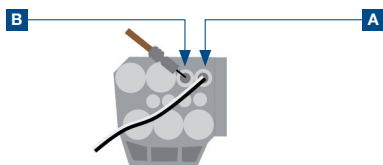

Рис. 5
**Гнездо А :** (рисунок 5) – Цвет кабеля черный/белый
**Гнездо В :** (рисунок 5) – Цвет кабеля коричневый